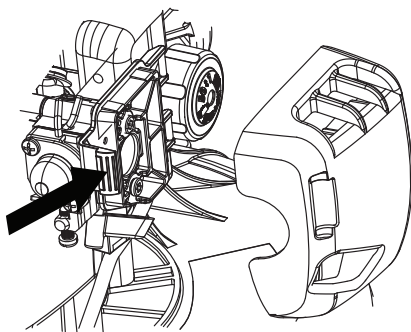

Fig. 22
1. Retirez le couvercle du filtre à en poussant sur sa languette. [Fig. 22]